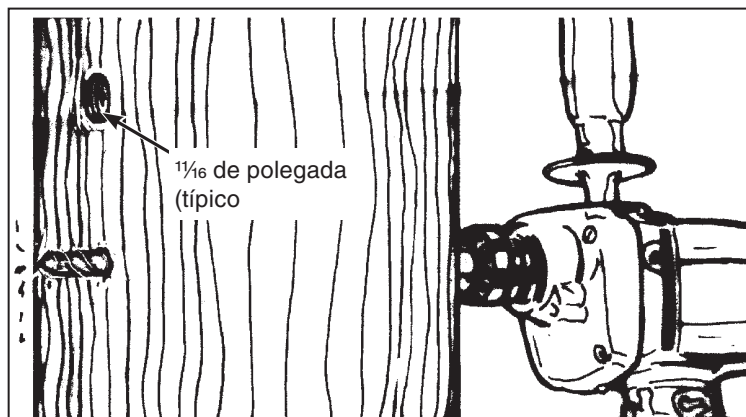

Figura 2. Faça os furos para a instalação do suporte da chave.
PASSO 1. Faça dois furos com diâmetro de $\frac{1}{16}$ polegadas no poste, na altura prevista para a instalação da chave. Ver Figura 2. Consulte o diagrama de montagem.